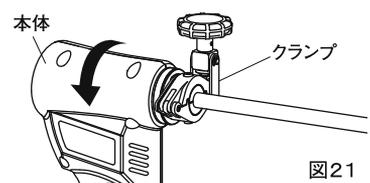

図21
(3) パイプ取外し
①クランプに本体を取付けた時と反対の手順でクランプから本体を外してください。(図21)